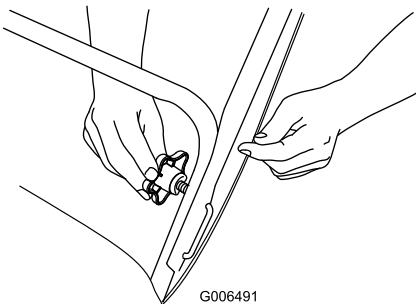

Figure 4
2. Insérez le dispositif de blocage en “U” dans le trou libre du guidon et serrez fermement les boutons du guidon (Figure 4).